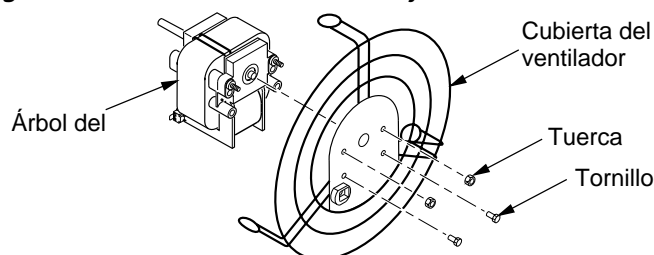

Figura 11 - Extracción o fijación del resguardo del ventilador al motor
4. Usando un destornillador para tuercas, extraiga dos tuercas y dos tornillos que fijan el resguardo del ventilador al motor. Extraiga del motor el resguardo del ventilador (consulte la figura 11).